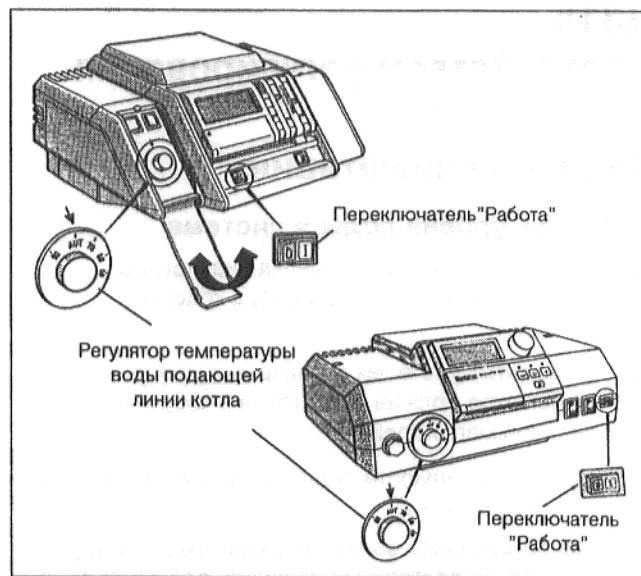

рис. 1 Система регулирования 4000 и 2000
- Установить переключатель "Работа" (рис. 1) в положение I (ВКЛ).
- Только для системы регулирования 4000: открыть, опустив вниз, левую крышку на устройстве регулирования (рис. 1).
- Установить регулятор температуры воды подающей линии котла (рис. 1) в положение "AUT".
- Только для системы регулирования 4000: вновь закрыть левую крышку на устройстве регулирования (рис. 1).
- Установить переключатель "Работа" (рис. 1) в положение 0 (ВЫКЛ).
- Шлиц винта прозрачной крышки устройства регулирования (рис. 1) установить в горизонтальное положение (например, с помощью монеты). Снять прозрачную крышку, подав ее по направлению вперед.